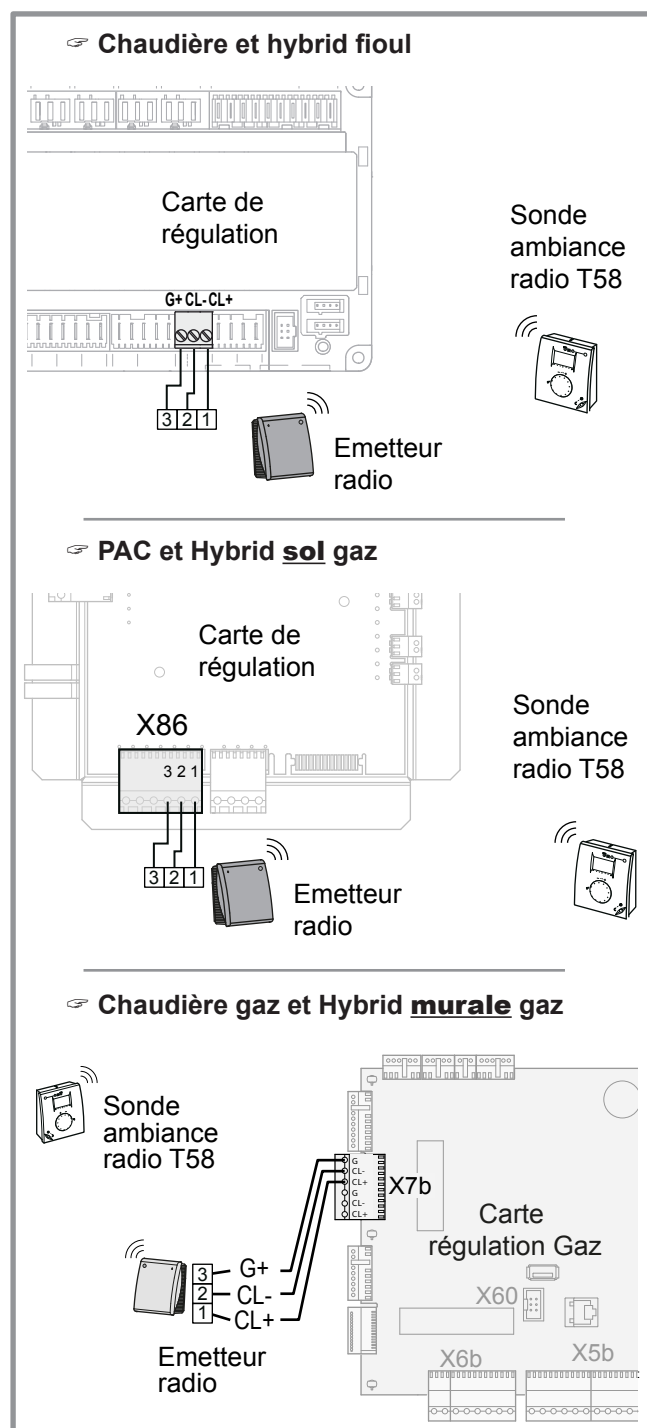

figure 5 - Raccordement de l'émetteur (selon modèle)
- Raccorder l'émetteur sur le connecteur de la carte de régulation (figure 5) :